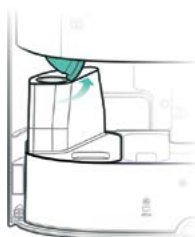
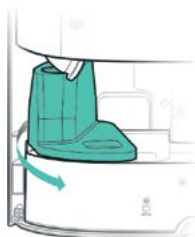

Рис. 27
Рис. 28
4. Поднимите адаптер увлажнителя вверх (или отсоедините его от трубки также приподняв вверх) (см. рисунок 27) и оттяните его вправо (см. рисунок 28);